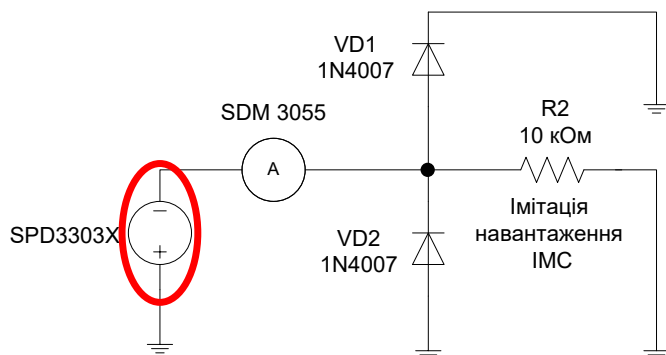

Рис. 11 Схема для перевірки діоду VD2
- 6.6. Змініть полярність блоку живлення як це показано на рис.11 та повторіть вимірювання. Правильним результатом буде наявність напруги 0,7 – 0,8 В на вольтметрі блоку живлення та струму -5 мА на мультиметрі SDM 3055. (Перевірка діоду VD2)